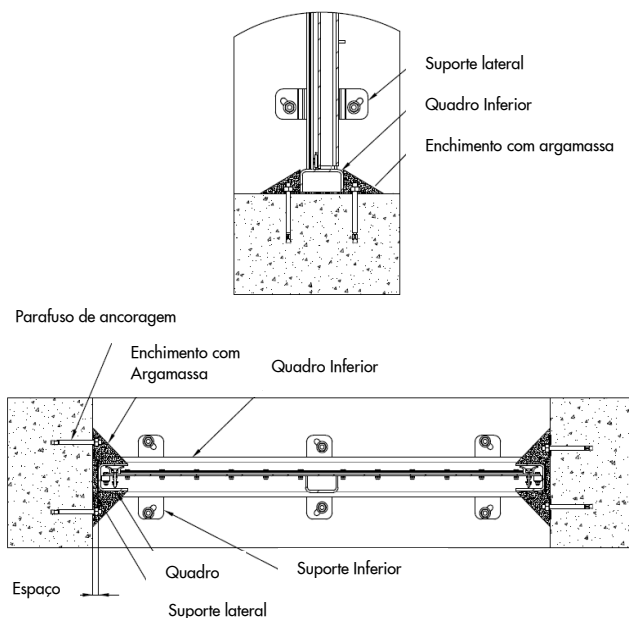

Figura 9
- Fazer uma transição suave para o fluxo de água. Portanto, a argamassa deverá ser preenchido até nível do quadro conforme indicado na Figura 9